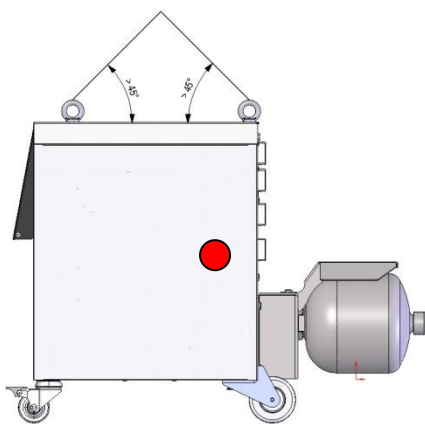

Fig. 6: Puntos de enganche
1. Enganchar la cuerda y las correas según Fig. 6.
2. Asegurarse de que la unidad de conmutación cuelgue recta, y tener en cuenta el centro de gravedad excéntrico (→ ● Fig. 6).